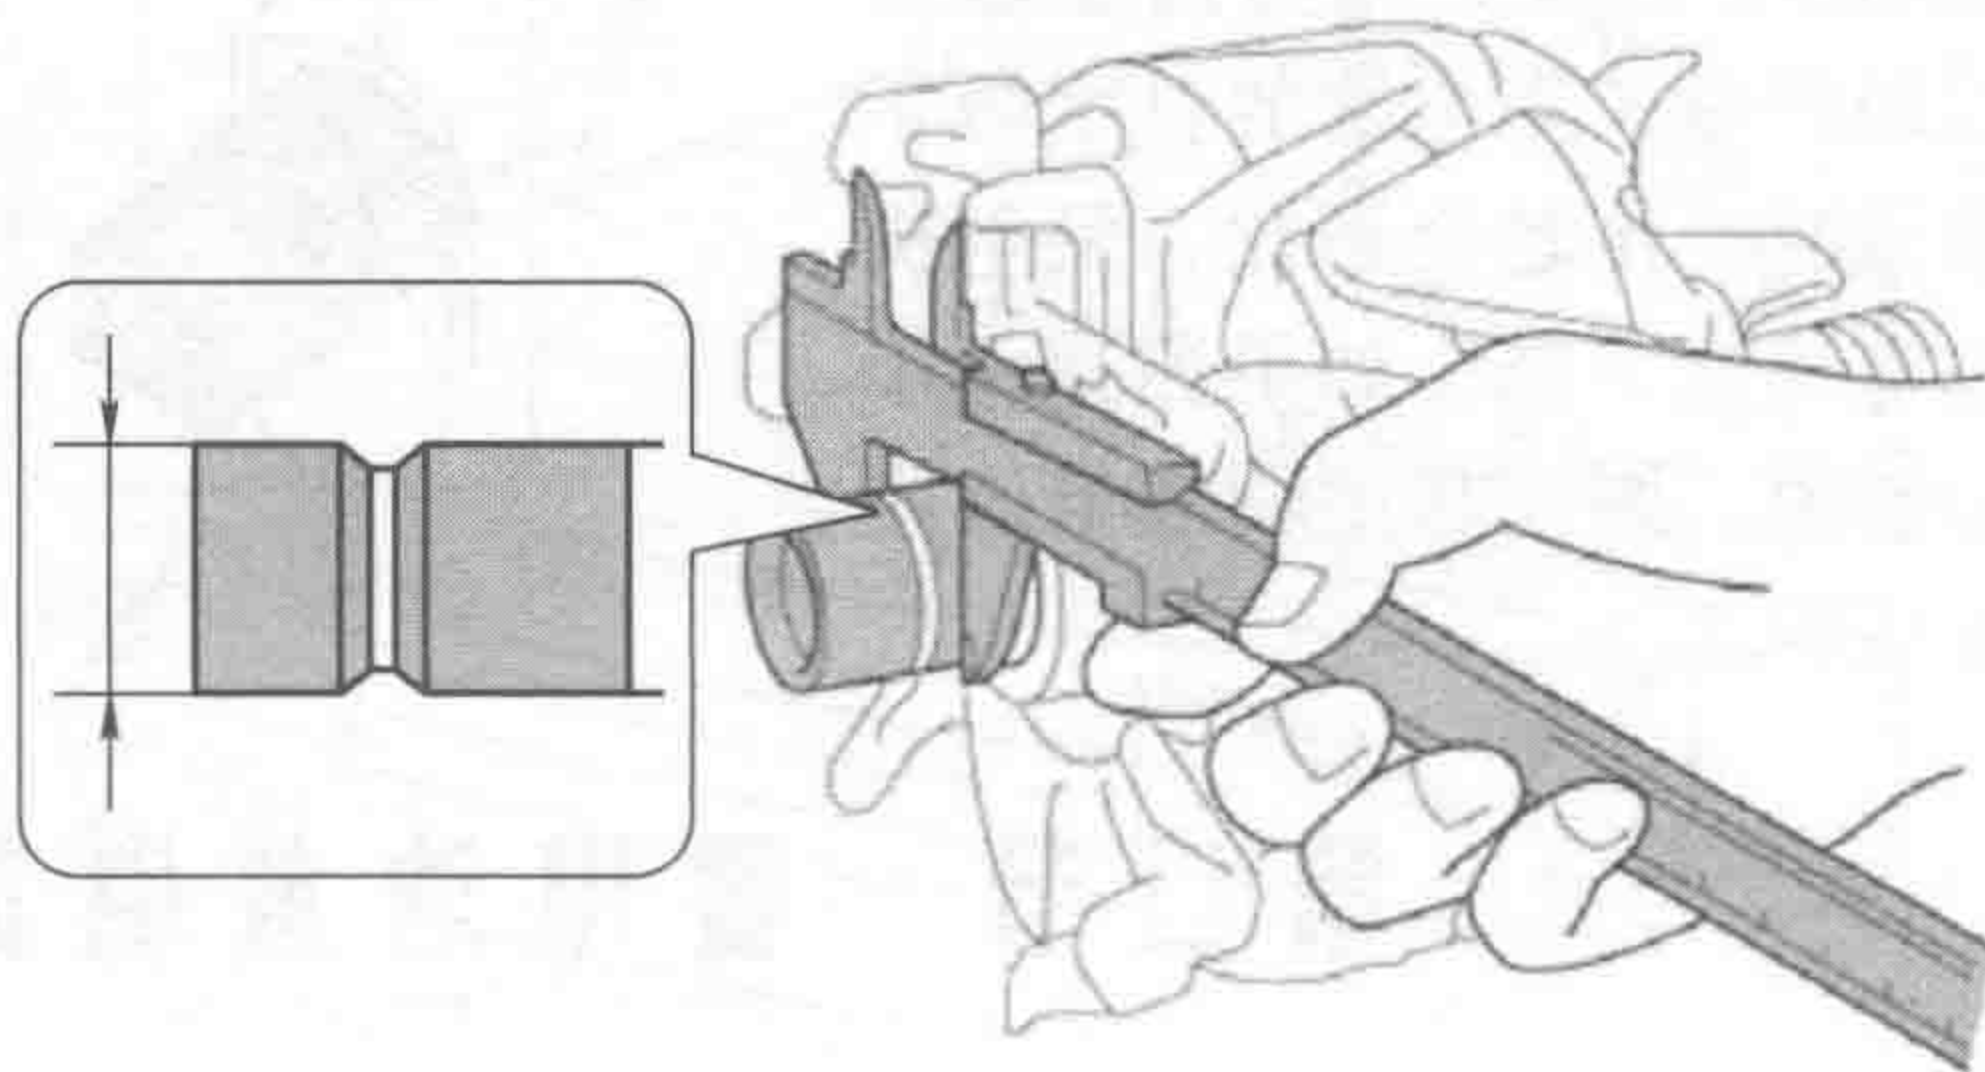

图1-19 检查集电环外径
5) 测量集电环外径:如图1-19所示,用游标卡尺测量集电环的外径。当集电环的外径小于规定值时,集电环和电刷之间的接触不足,有可能影响电流环流的平稳,结果可能降低发电机的发电能力。因此,如果测量值超过规定的磨损极限,应更换转子。